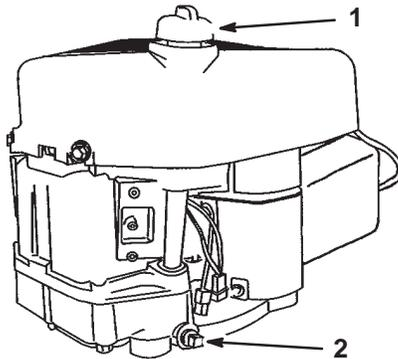

Figure 17
4. Placez un bac de vidange sous le bouchon de vidange et retirez le bouchon (Fig. 17).